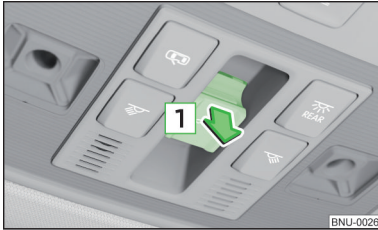

Fig. 59
- Conectar el encendido, tirar completamente el interruptor hacia abajo y mantenerlo en el rebaje en el sentido de la flecha  » fig. 59.